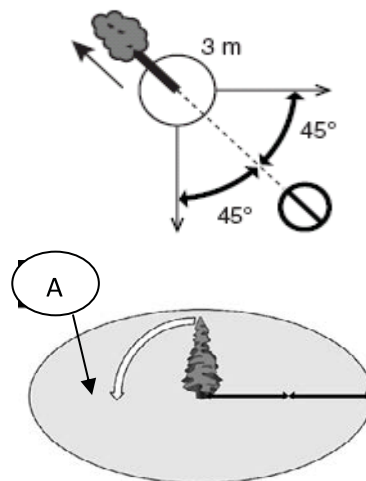

Рис.13
8. Обязательно выберите путь к отходу. Путь отхода должен быть направлен по диагонали в сторону, противоположную направлению падения, под углом 45 градусов, и вы должны отойти минимум на 3 метра от ствола, на тот случай, если во время падения комель дерева отскочит в сторону. Зона безопасности (А) должна быть не менее 2 1/2 высоты дерева (Рис.13).